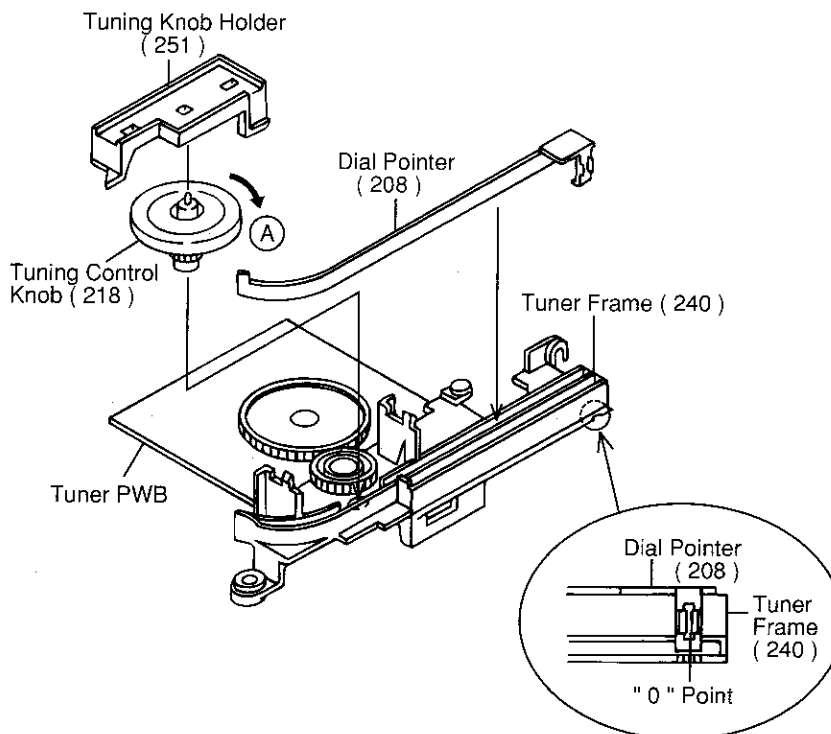

Figure 15
2. Then turn the tuning control shaft fully in the direction Ⓐ shown in Fig. 15 and fix its dial pointer.
2. Dann die Abtimmerachse vollständig in Richtung drehen, Ⓐ wie gezeigt in Abb. 15, und dann den zeiger befestigen.
2. Ensuite, tournez complètement l'arbre de commande d'accord dans la direction Ⓐ indiqué fig. 15 et fixez l'aiguille.